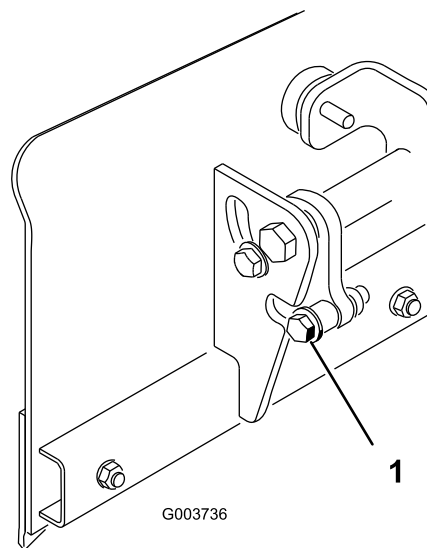

Figura 4
2. Retire el perno de tope trasero, la arandela y el espaciador de cada lado de la pala (Figura 4). Guarde los componentes por si necesita volver a instalarlos en otro momento.